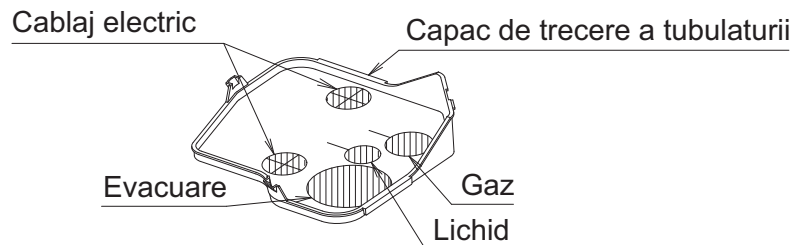

Fig.19
- În cazul tubulaturii îndreptate în sus, scoateți capacul de trecere a tubulaturii, tăiați orificii pentru trecerea tubulaturii cu o unealtă pentru tăiere cum ar fi foarfeca. După trecerea tubulaturii prin capac, fixați capacul pe unitatea interioară. **(Consultați Fig. 19)**